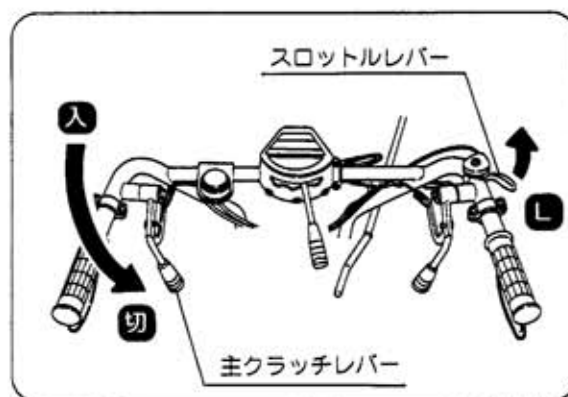

図24
- ① 主クラッチレバーを〔切〕位置にすると、機体は停止します。(図24)
- ② スロットルレバーを〔低・L〕位置にします。(図24)